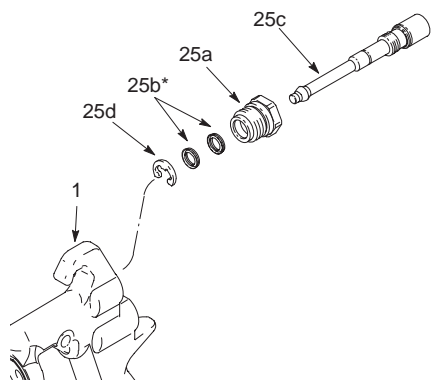

Fig. 25
1. Svitare l'assemblaggio della valvola di regolazione del ventaglio (25). Vedere Fig. 25.